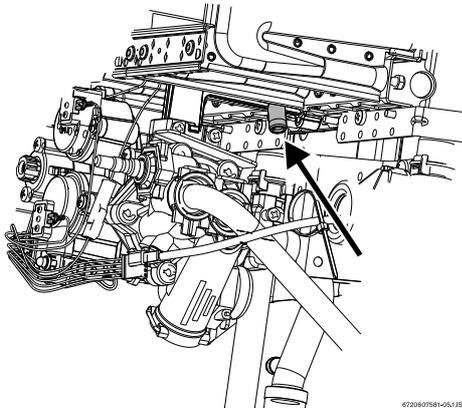

Bild 3 Messpunkt Düsendruck
- ▶ Verschlusschraube für Messtelle Düsendruck lösen (Bild 3).